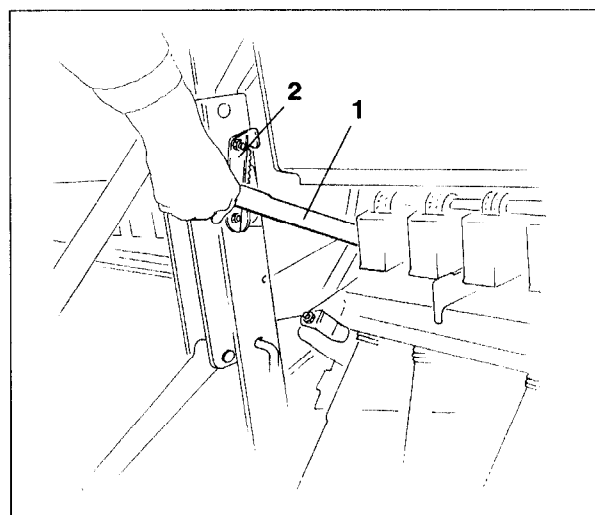

Fig. 7.8
- **D8-45 SUPER**, la manette (fig. 7.8/1) se trouve sur la paroi arrière du semoir au milieu de la machine,
Pour régler les clapets de fond, amenez la manette sur l'une des 8 positions du secteur cranté (fig. 7.8/2).